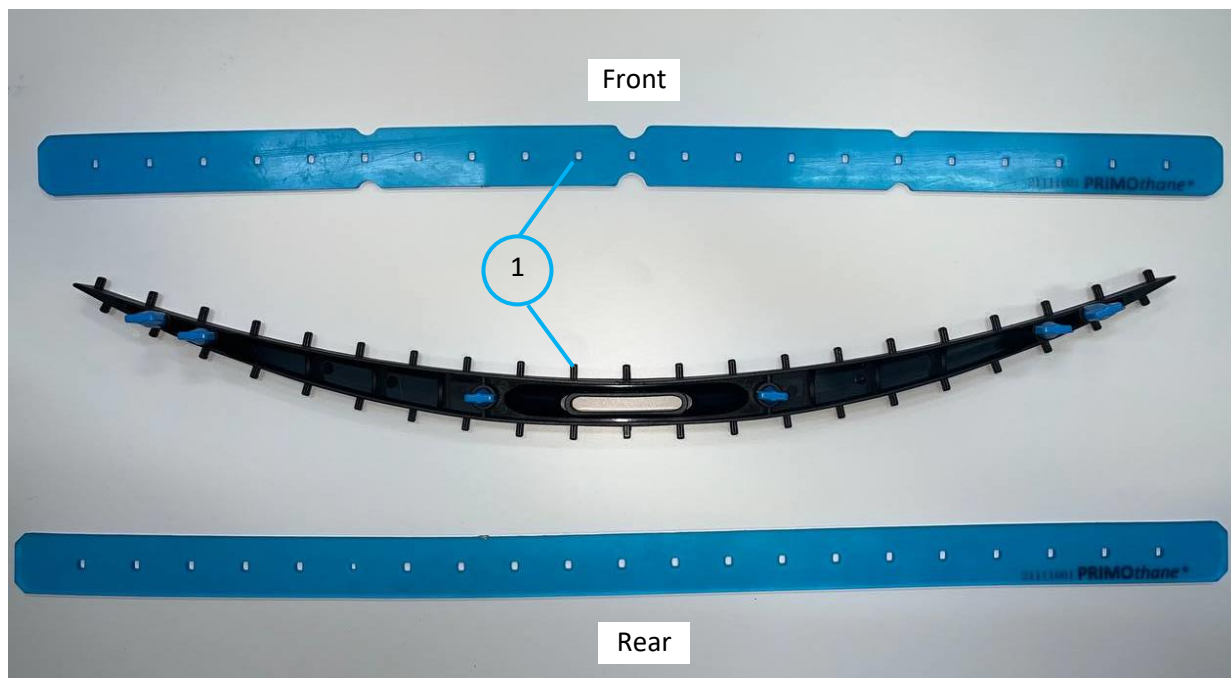

Fig. 7
4. Bevestig nieuwe rubberen lamellen aan de voor- en achterzijde van het rubberen patroon, waarbij u de rubberen gleuven uitlijnt met de daarvoor bestemde uitsteeksels (Fig. 7 - 1).